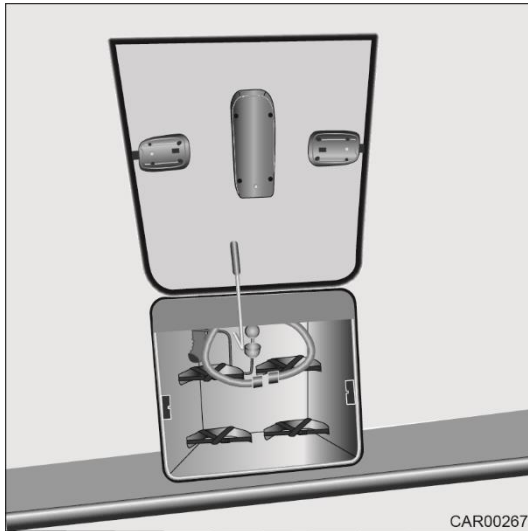

Fig. 54 Portillon du coffre à gaz
Tenir le portillon du coffre à gaz ouvert avec la main jusqu'à ce qu'il soit sécurisé avec le levier (Fig. 54/2).
2. Soulever la serrure avec la main et pivoter le portillon du coffre à gaz (Fig. 54/1) vers le haut.
3. Tenir le portillon du coffre à gaz (Fig. 54/1) avec les mains.
4. Tirer le levier (Fig. 54/2) vers l'avant et vers la gauche jusqu'à ce qu'il soit en position verticale.
1. Tirer le levier (Fig. 54/2) vers l'avant et vers la droite jusqu'à ce qu'il soit en position horizontale. Ensuite, glisser le levier vers l'arrière.
2. Guider le portillon du coffre à gaz (Fig. 54/1) vers le bas et le fermer complètement en exerçant une pression sur la serrure.